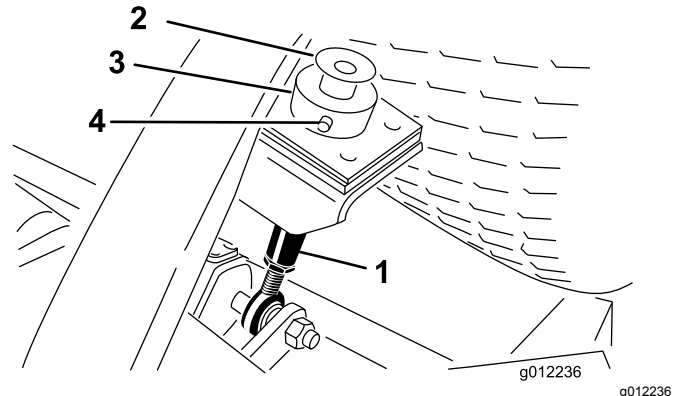

Bild 20
2. Nehmen Sie die Schraube und die Scheibe ab, die oben an jeder Schnitthöhenstange befestigt ist (Bild 20).
3. Nehmen Sie den Lastösenbolzen und den Splint ab, mit denen der Schnitthöhenstellring hinten am Mähwerk an der Schnitthöhenstange befestigt ist (Bild 20). Nehmen Sie den Schnitthöhenstellring ab.